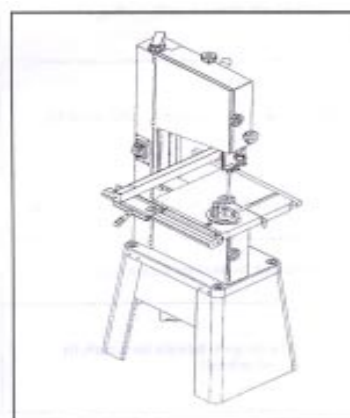

Fig. 2
3. Soulevez la machine (a deux personnes) et posez-la sur le socle (Fig. 2).